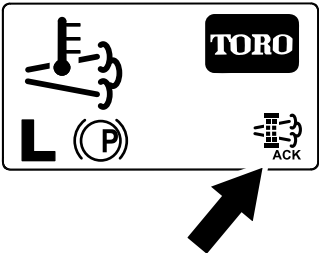

Figura 58
- El InfoCenter muestra la pantalla de inicio y aparece el icono de Regeneración aceptada (Figura 58) en la esquina inferior derecha de la pantalla mientras se realiza la regeneración.